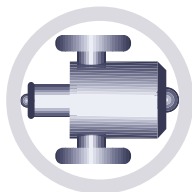

Fig. 3.
Tenir l'instrument assemblé par la poignée et l'introduire dans l'alésage à mesurer jusqu'à ce que la touche de mesure (8) et le sabot de centrage (5) entrent en contact avec les parois de l'alésage (Fig. 3 et 4).
Das montierte Messgerät am Griff des Halters halten und in die zu messende Bohrung einführen bis der Messbolzen (8) und die Zentrierung (5) an der Bohrungsfläche anliegt (Abb. 3 und 4).
Use the handle grip to hold the bore gauge once mounted, and then insert it into the bore to be measured until the measuring insert (8) and the centring shoe (5) are into contact with the bore walls (Fig. 3 and 4).